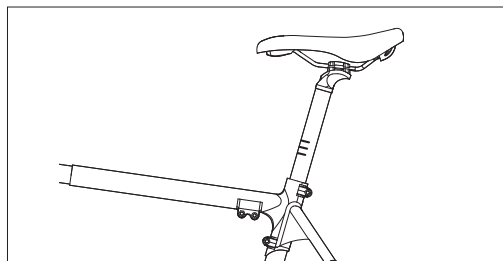

Figure 3-2
- Réglez la hauteur de la selle en fonction de votre taille. Ne dépassez pas la limite de hauteur maximale de la selle, comme le montre la **Figure 3-2**. Serrez ensuite les boulons **F** et **J**.